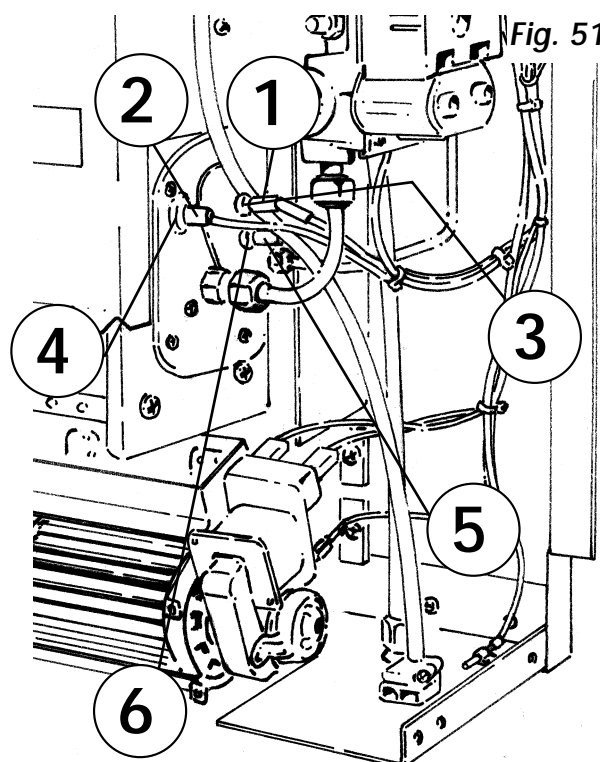

Fig. 51
- Localizzare gli elettrodi di accensione **1** e **2** (**Fig. 51**).
- Localizzare l'elettrodo di rivelazione 5 (Fig. 51).